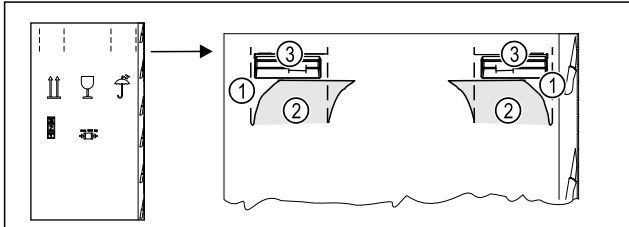

Fig. 6
- Introduire le carton d'emballage en haut au niveau de la perforation Fig. 6 (1).
- Retirer les languettes enfoncées Fig. 6 (2).
- La poignée de transport Fig. 6 (3) à droite et à gauche est visible.
- Tenir l'appareil au niveau des poignées de transport Fig. 6 (3).